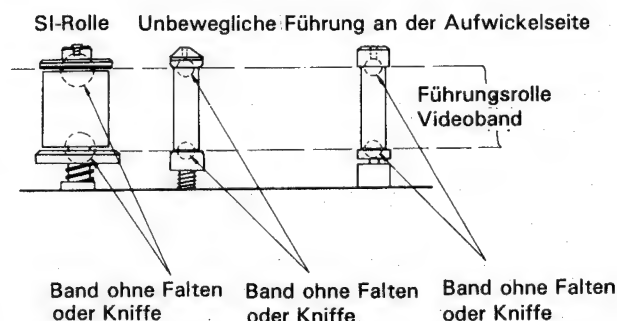

Abbildung 21
Überprüfen Sie, ob der Rand des Videobandes während des Bandtransports nicht eingefaltet oder geknittert ist, wie in Abbildung 21 gezeigt.
2. Nach vollständiger Einstellung immer auch den Bandtransport einstellen sowie die Führungsrollen T und S justieren, bevor Sie die Überprüfungen in Abbildung 21 vornehmen.
4. Ein grobes Einstellband abspielen und die Höhe der Führungsrollen mit einem gewöhnlichen Schraubenzieher (einem Schraubenzieher für die Höheneinstellung der Führungsrollen) grob einstellen. Den unteren Rand des Bandes mit der Führung des Kopfes ausrichten (siehe Abbildung 21). Auch nachprüfen, ob sich das Band nicht an den Flanschen der T.S.-Führungsrollen einrollt.
5. Ein gewöhnliches Band abspielen und die Höhe der Führungsrollen fein einstellen, sodaß die Hüllkurve flach ist und nicht übermäßig ungünstig beeinflußt wird, auch wenn die Spurlagenreglerknöpfe gedreht werden (siehe Abbildung 21.) Außerdem den Schalterpunkt auf $6,5H \pm 0,5H$ einstellen.